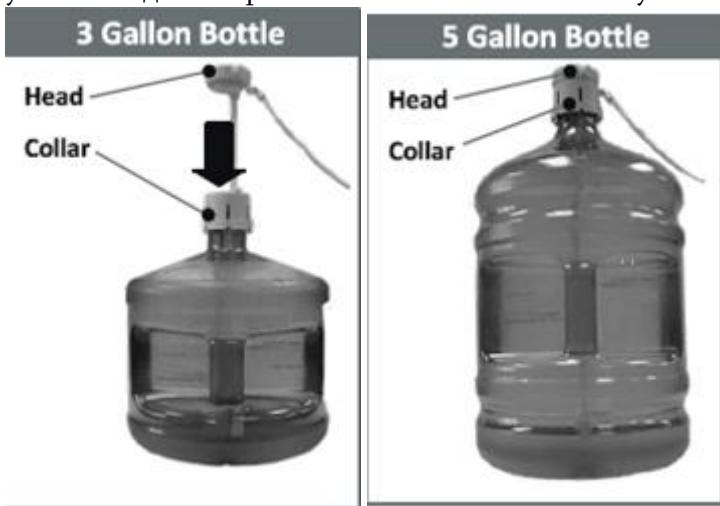

Рис.3 Установка сифона на бутыль с водой
6. Поместите трубку сифона в бутыль и наденьте хомут сифона (рис.3 — 1) на горлышко бутыли до щелчка.
7. Верхнюю часть крышки сифона (рис.3 — 2) опускайте до тех пор, пока трубка сифона не коснется дна бутыли.